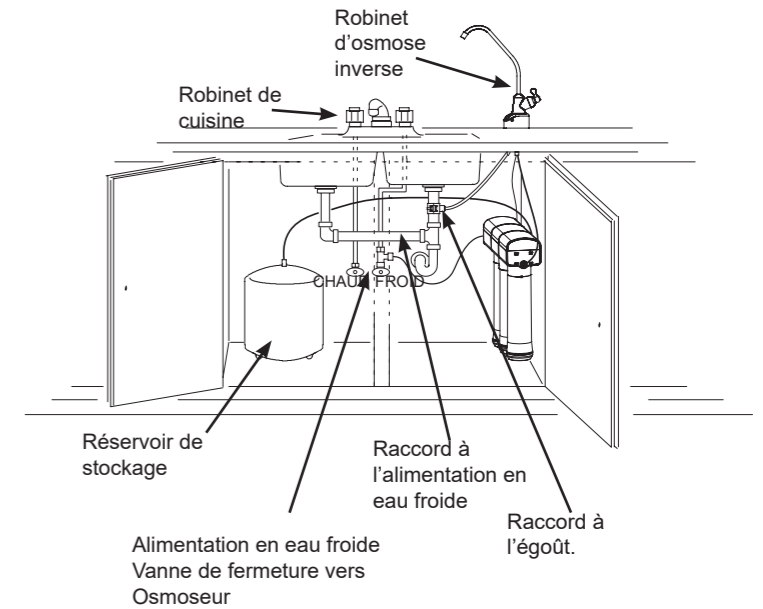

FIG. 26
2. Assurez-vous que la vanne d'arrêt située sur le raccord d'alimentation en eau froide (cf Fig. 26) est ouverte.